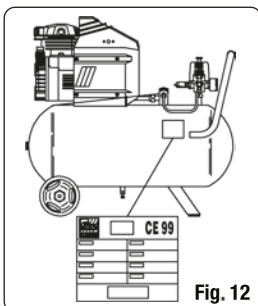

Fig. 12
Verifique que a tensão da rede elétrica corresponda à tensão indicada nas especificações técnicas do produto (Fig. 12). O campo de tolerância permitido deve oscilar em torno a $\pm 5\%$. Gire ou pressione (dependendo do tipo de pressostato da máquina) o botão localizado acima da posição "0". Para acionar o compressor, conecte o plugue à tomada (Fig. 11) e coloque o botão do pressostato na posição "I" (ON). O funcionamento do compressor é completamente automático, controlado pelo pressostato que interrompe o funcionamento
- Que a tensão da rede elétrica corresponda à indicada nas especificações técnicas do produto (Fig. 12).